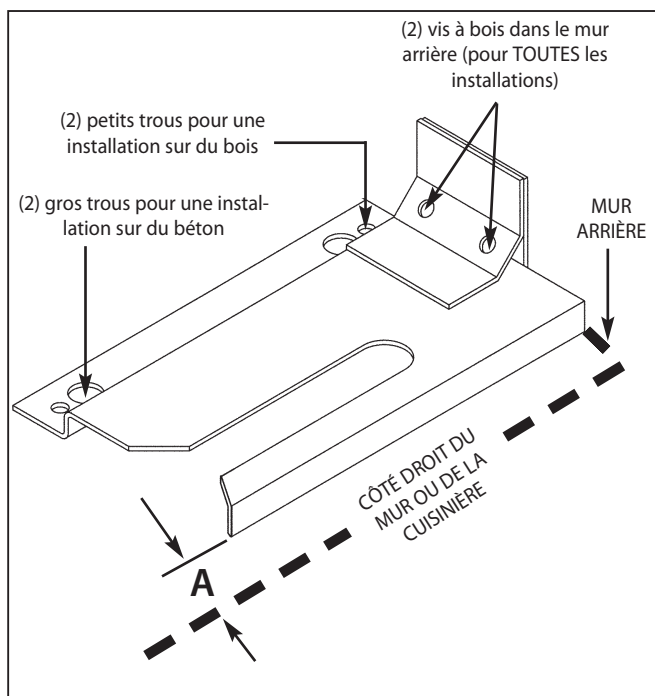

Fig. 8
Placez le support contre le mur arrière, au coin arrière droit où doit être placée la cuisinière. Laissez un espace entre le mur (ou paroi latérale de la cuisinière) et le support (voir fig. 8). Percez (2) trous de guidage de 3 mm (1/8 po) de diamètre au centre des petits trous. Servez-vous d'un clou ou d'un poinçon si vous ne disposez pas d'une perceuse. Fixez solidement le support au plancher et au mur.